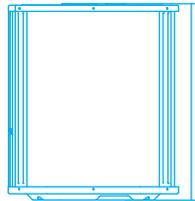

Fig. 6-5
- La distancia mínima entre la unidad exterior y los obstáculos descritos en el gráfico de instalación no significa que lo mismo se aplica a la situación de una habitación de poca ventilación. Dejar abierta dos de las tres direcciones (M, N, P) (ver Fig.6-5)